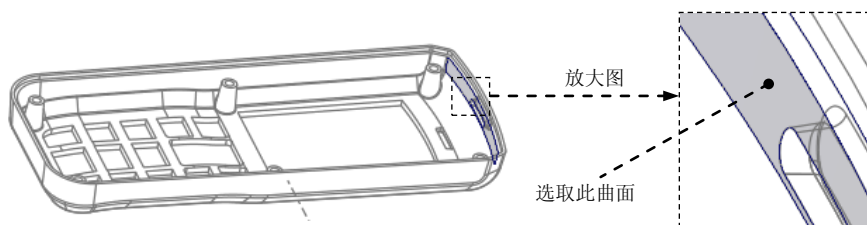

图 31.20 选取曲面（二）
Step6. 复制曲面 2。选取图 31.20 所示的曲面为复制对象；单击 **模具** 功能选项卡 **操作** ▾ 区域中的 **复制** 按钮；单击 **模具** 功能选项卡 **操作** ▾ 区域中的 **粘贴** 按钮，此时系统弹出 **曲面：复制** 操控板；在操控板中单击 **选项** 按钮，在系统弹出的“选项”界面中选中 **排除曲面并填充孔** 单选项，在 **填充孔/曲面** 文本框中单击“选择项”字符，然后按住 **Ctrl** 键，选择图 31.20 所示的通孔的边线；单击操控板中的“完成”按钮 。